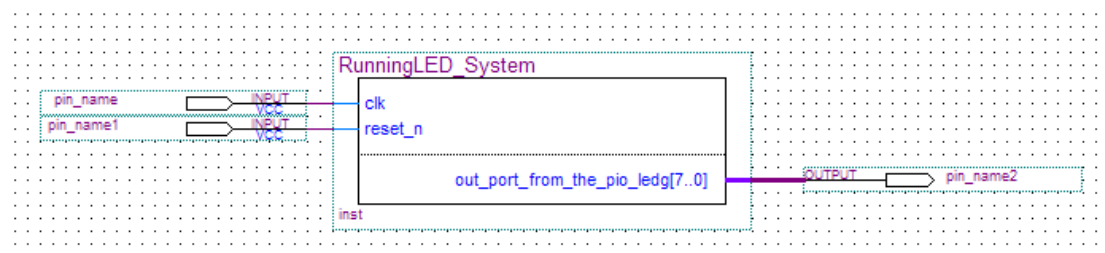

图 7-9 添加结果图
11. 添加输入与输出端口。在空白部分双击，在 Name 框内输入 input 可以快速定位，添加输入端口。一共需要两个。然后使用同样步骤添加一个 output 输出端口。结果应如图 7-9 所示。